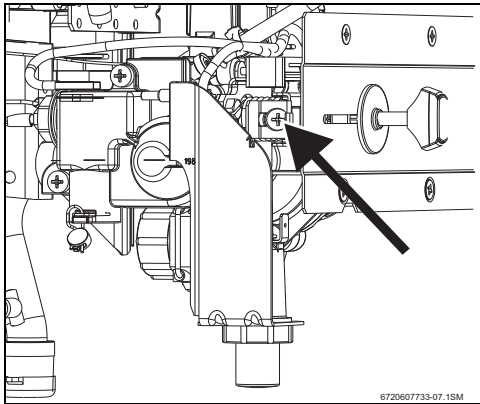

Fig. 13 Tornillo de ajuste de caudal de gas mínimo
- Utilizando la tuerca de ajuste (Fig. 13) regule la presión hasta alcanzar los valores indicados en la tabla 8.